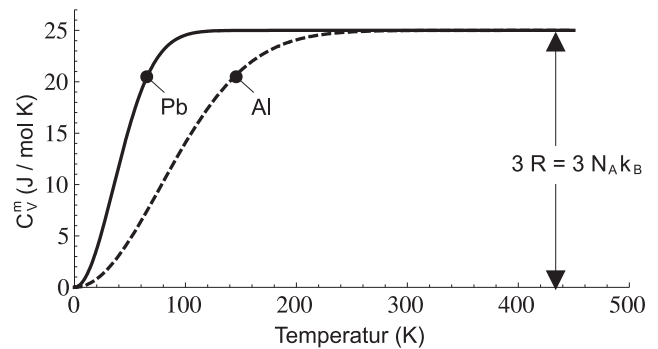

Abbildung 2: Temperaturabhängigkeit der molaren Wärmekapazitäten einiger Festkörper.
Diese *Regel von Dulong-Petit* entspricht nicht der ganzen Wahrheit. Bei hohen Temperaturen stimmt der Wert nach Gl. (10) gut mit dem experimentellen Ergebnis überein, bei tiefen Temperaturen dagegen stehen nicht alle klassischen Freiheitsgrade gleichermaßen zur Verfügung, weswegen der experimentelle Wert unterhalb des theoretischen liegt (Abb. 2). Man spricht